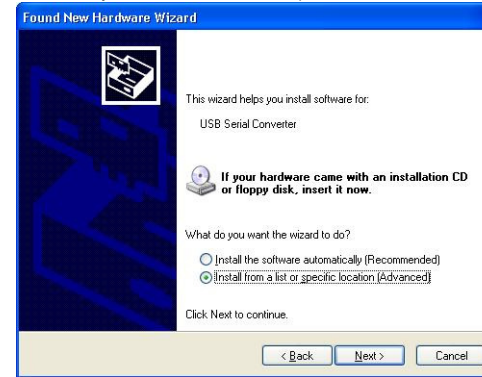

Abb. 5
- Abb. 5: Wählen Sie „Software von einer Liste oder einer bestimmten Quelle installieren“!